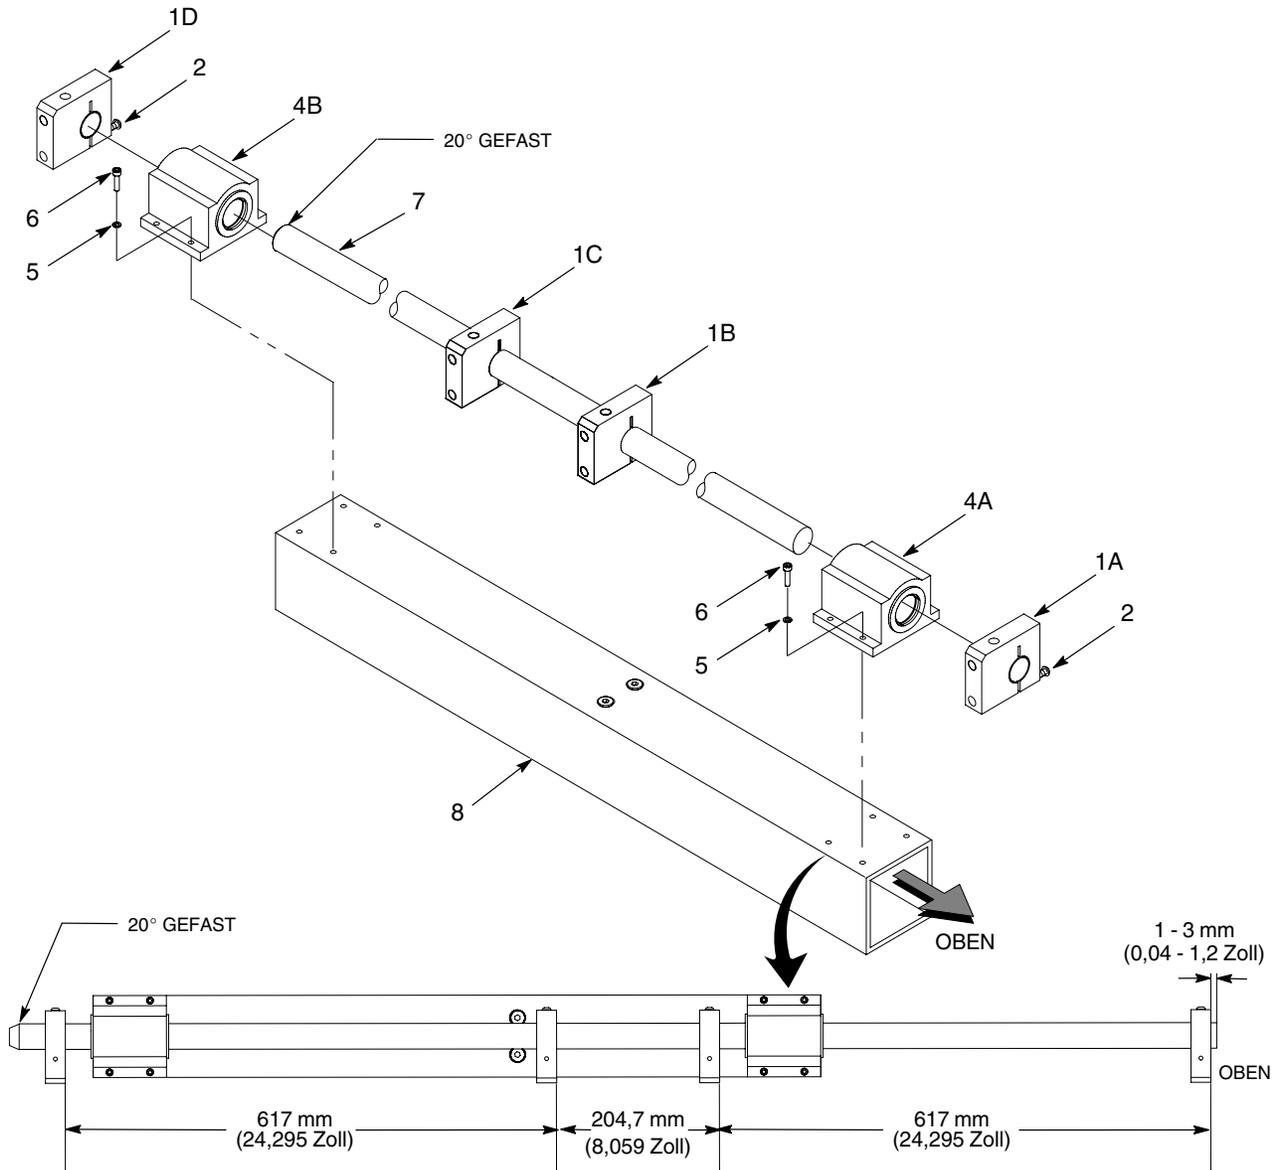

Abb. 17 Lager ersetzen
1. Siehe Abbildung 17. Die Schrauben (2) lösen, mit denen die zwei Wellenendaufnahmen (1A, 1D) befestigt sind. Die zwei Wellenendaufnahmen entfernen.
2. Die Schrauben (6) und Sicherungsringe (5) abnehmen, mit denen die Lager (4A, 4B) am Halterohr des Lagers (8) befestigt sind. Die Lager von der Welle (7) abnehmen.
3. Die letzten beiden Wellenaufnahmen (1B, 1C) von der Welle (7) abnehmen.